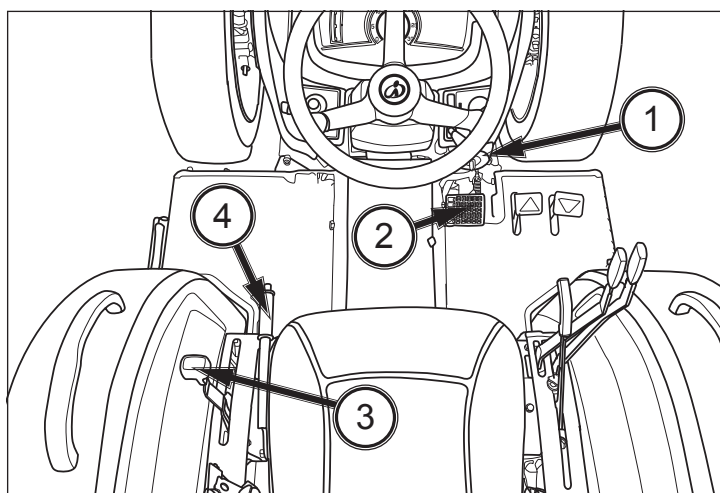

FIG. 64
FIG. 64 : pour arrêter le tracteur, déplacez le levier d'accélération (1) vers l'arrière pour réduire le régime moteur et la vitesse de déplacement. Enfoncez la pédale de frein (2) pour arrêter. Positionnez le levier de changement de gamme de vitesses (3) en position Neutre. Tirez le levier de frein de stationnement (4).